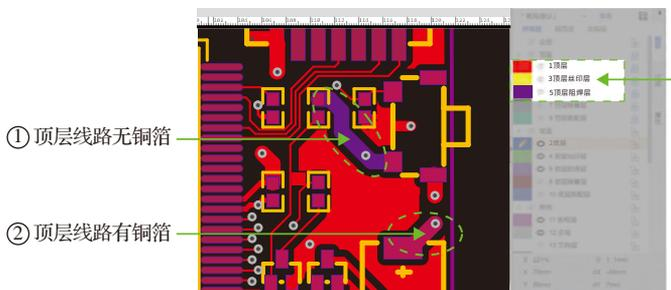

图 6-29 练习题 4 图
4. 如图 6-29 所示，在 PCB 设计软件中的顶层阻焊层，有两处开窗区域，分别标记为①和②。关于箭头所指的区域在成品 PCB 中的呈现效果，以下描述中错误的是哪一个？（ ）